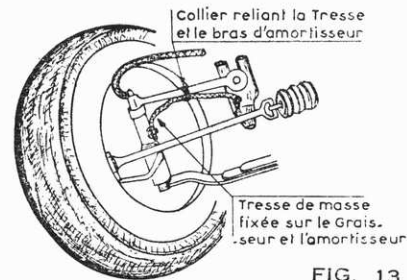

FIG. 13
b) Placer une tresse de masse de chaque côté du train avant, de façon qu'elle enjambe la suspension indépendante, c'est-à-dire d'une part sur un boulon de fixation de l'amortisseur et d'autre part sur le graisseur de pivot, (fig.13). Il est indispensable d'assujettir la tresse sur le bras d'amortisseur avec un collier pour éviter des ruptures de cette tresse au ras des cosses sous l'effet des trépidations.